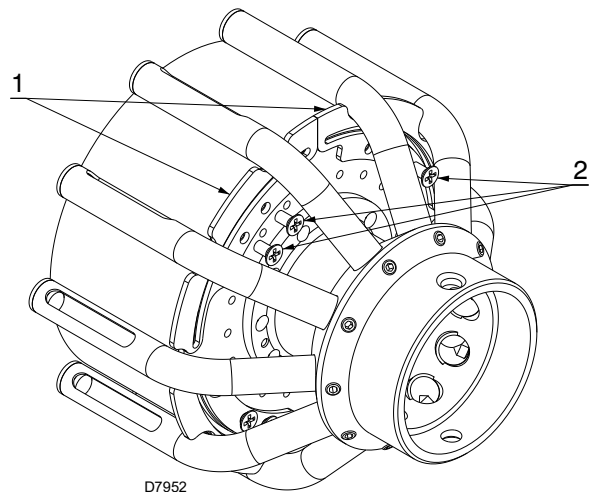

Fig. 18
- togliere le 8 viti 2) (Fig. 18);